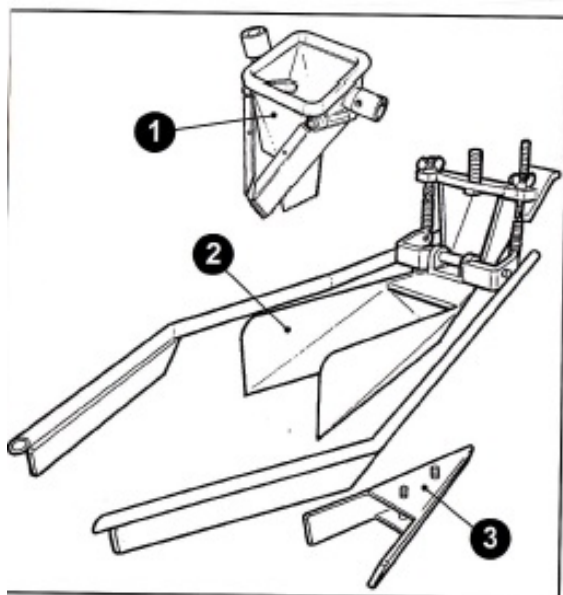

Рис. 2
- Нажать пальцем на цепь, чтобы получить дугу 5мм (рис.2) и одновременно заблокировать два винта (А)
Ручная пересадка для кубического блока земли (рис.2)